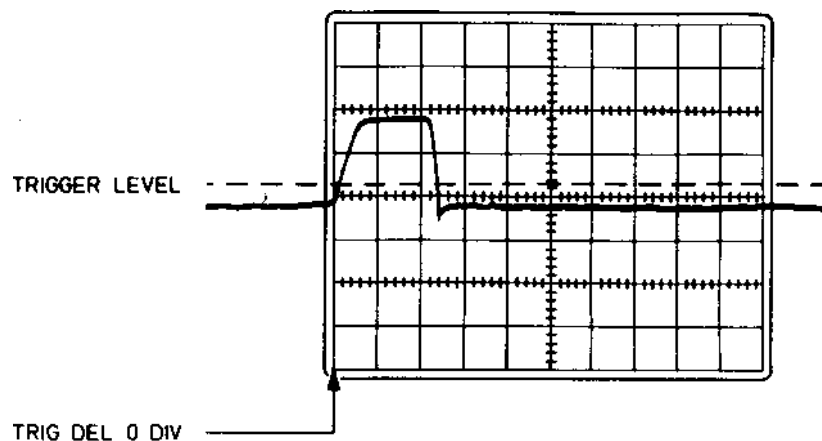
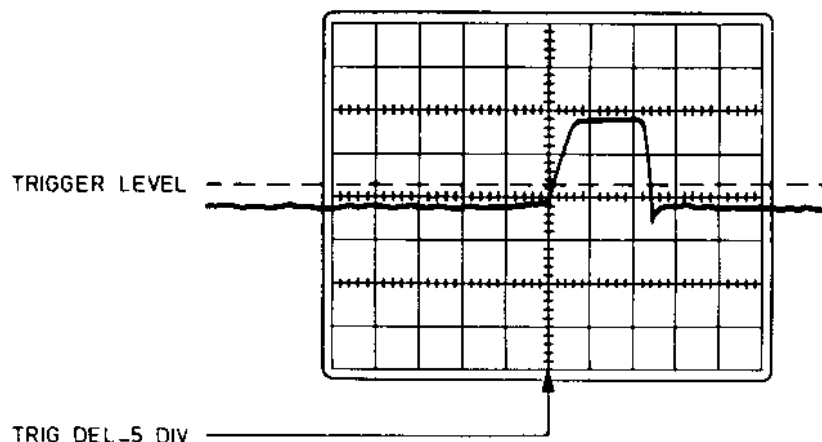

Figure 5.1. Exemple de trigger 1.
Figure 5.2. Exemple de trigger 2.
- Passer l'oscilloscope en mémoire digitale (26).
- Régler le pré-trigger (de -10 à +250 div). Prendre par exemple, une valeur de 5 divisions (9), ce qui amènera la montée de la tension au milieu de l'écran (figure 5.1).
- Choisir le flanc de déclenchement (24): flanc montant pour l'exemple.
- Choisir le mode de déclenchement (20): mode trigger pour l'exemple. Il faut vérifier que TRIG soit bien inscrit sur l'affichage LCD.
- Régler le niveau de déclenchement du trigger, pour visualiser ce niveau, il faut appuyer sur la touche VIEW (35). Pour ensuite ajuster le niveau, utiliser le potentiomètre (43), résultat sur la figure 5.2.
- Appuyer sur la touche RESET (21), le mot ARMED apparaît sur l'écran LCD, et partir de ce moment, l'appareil est prêt à enregistrer la courbe, dès que le signal aura franchit le seuil de déclenchement (LEVEL VIEW).